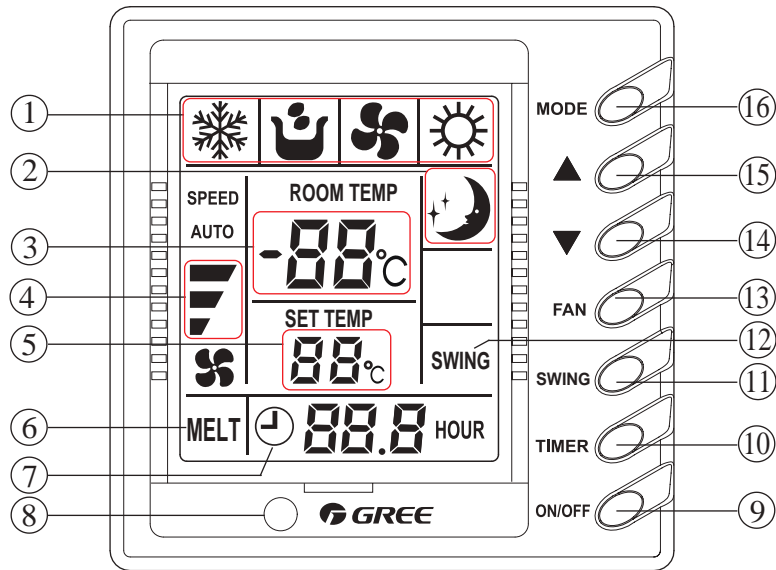

Рис. 7.10
7.5.3 Проводные индивидуальные пульты управления модели Z60351F (для блоков канального типа) Z63351F (для блоков кассетного типа) (рис. 7.10).